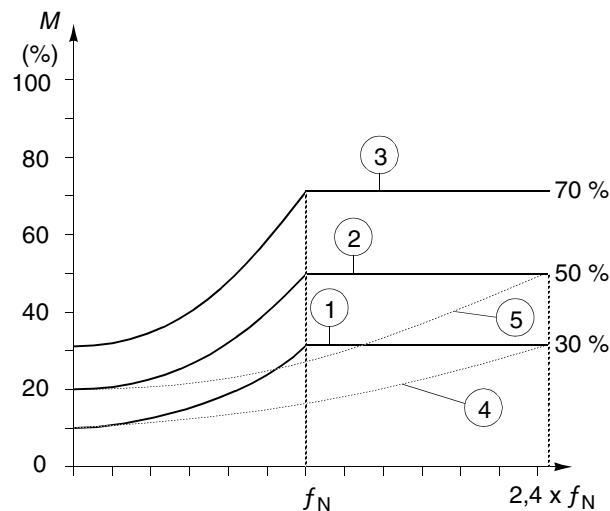

Abbildung 6-21 Unterlastkurven.
30.15 UNTERLAST KURVE Dieser Parameter stellt als Auswahl fünf Kurven gemäss Abbildung 6-21 zur Verfügung. Der Unterlastschutz wird aktiviert, wenn die Belastung für eine Zeitdauer, die mit Parameter 30.14 STROMDREHZ NULL festgelegt wurde, unter die eingestellte Kurve sinkt. Die Kurven 1 ... 3 erreichen ihr Maximum bei der Motornennfrequenz, die mit Inbetriebnahmedatenparameter 7 MOTORNENNFREQUENZ eingestellt wird.